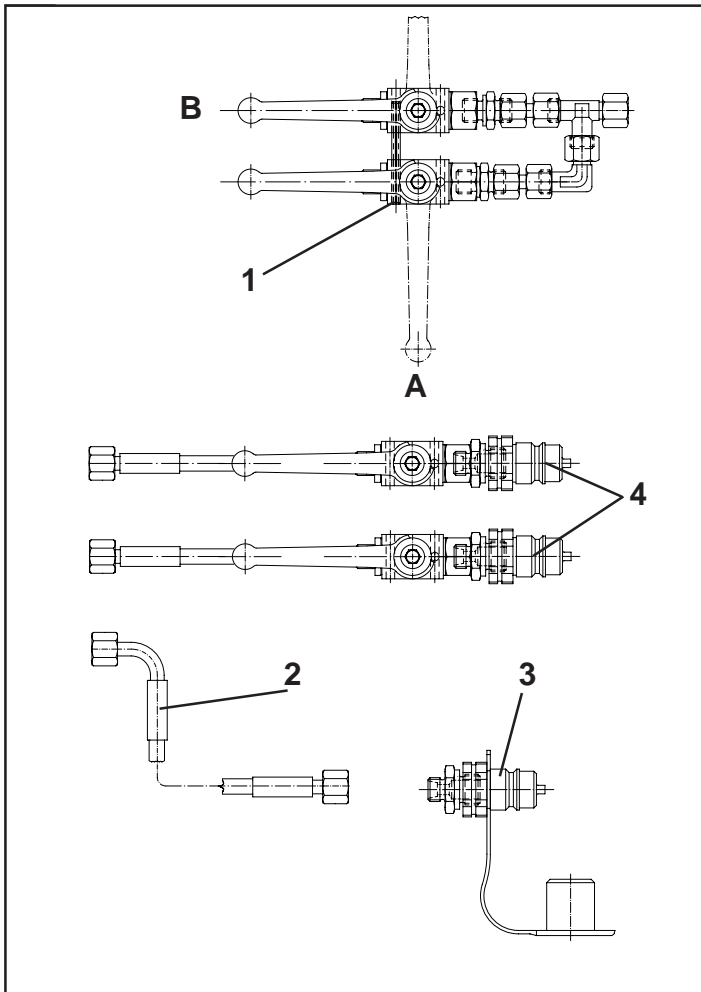

Fig. 22
**⚠ Bei der Montage des Tauwerks beide Schieber schließen und durch schließen der Kugelhähne sichern. Stellung der Kugelhähne siehe Fig.22.**
**When fitting the cordage, close both shutters and secure by closing the ball taps. For ball tap position, please refer to fig. 22.**
**Lors du montage de la corde, fermez les deux trappes puis fermez les deux robinets à boisseau sphériques. Position des robinets à boisseau sphérique, voir fig.22.**
**Bij de montage van de touwconstructie de beide schuiven dichtzetten en borgen met de kogelkranen. Voor de blokkeerstand van de kogelkranen, zie fig. 22.**
- eine Schieberkopplung (Fig.22/1)
- ein Hydraulikschlauch (Fig.22/2)
- ein SVK-Stecker mit Drossel und Staubschutz (Fig.22/3).
Pos 4, Fig 22- vorhandene Hydraulikanschlüsse vom Streuer.
geschlossen - Fig.22/A
offen - Fig.22/B
- one slide coupling (Fig.22/1)
- one hydraulic hose (Fig.22/2)
- one quick coupling plug with throttle and dust cap (Fig.22/3).
Item 4, Fig 22- hydraulic connections available on the tractor
closed - Fig.22/A
open - Fig.22/B
- un couplage de commande des trappes (Fig.22/1)
- un flexible hydraulique (Fig.22/2)
- une prise d'accouplement rapide avec étrangleur et protection contre la poussière (Fig.22/3).
Pos. 4, Fig 22- raccords hydrauliques existants de l'épandeur.
fermée - Fig.22/A
ouverte - Fig.22/B
- een koppelset voor kogelkranen (Fig.22/1)
- een hydrauliekslang (Fig.22/2)
- een snelkoppelstekker met drossel en stofkap (Fig.22/3).
Pos 4, Fig 22- reeds aanwezige hydraulische aansluitingen van de strooier.
gesloten - Fig.22/A